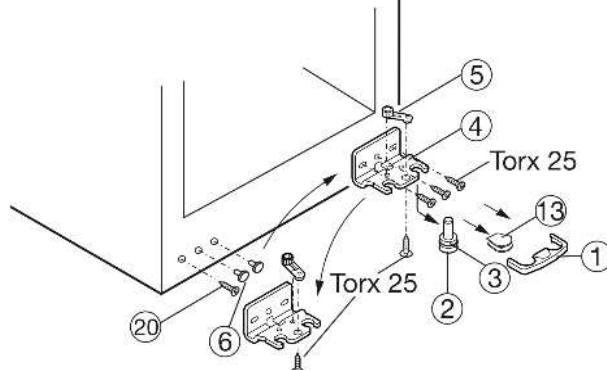

Fig. 4
- Предохранитель Fig. 4 (1) снимите движением вперед.
- Снимите крышку Fig. 4 (13).\*
- Вытяните опорный палец Fig. 4 (2) вниз и вперед. При этом следите за гнездом шарнира Fig. 4 (3).
► Открутите опорный кронштейн Fig. 4 (4).
► Открутите опорную деталь Fig. 4 (5) и, переставив в отверстие на противоположной стороне опорного кронштейна, снова прикрутите.
- ▶ Снимите и снова установите пробку Fig. 4 (6) на противоположную сторону со стороны ручки.
- ▶ Выкрутите болт Fig. 4 (20) и вкрутите на противоположной стороне.
- ▶ Снова прикрутите опорный кронштейн Fig. 4 (4) на новой стороне шарнира (**с моментом 4 Нм**). При необходимости используйте аккумуляторный шуруповерт.
- ▶ Снова слегка наклоните устройство назад и снова установите опорный палец Fig. 4 (2) с гнездом шарнира Fig. 4 (3). Зазубрина на опорном пальце должна быть расположена спереди.
- ▶ Установите крышку Fig. 4 (13) на противоположной стороне.\*
- ▶ Предохранитель (1) нужно зафиксировать сбоку на кронштейне, чтобы опорный палец и двери были защищены от выпадения.
- ▶ Снова защелкните предохранитель (1) на опорном кронштейне.
- ▶ При необходимости выровняйте дверцы через два продольных паза в опорном кронштейне Fig. 4 (4) параллельно корпусу устройства. Для этого выкрутите средний винт.